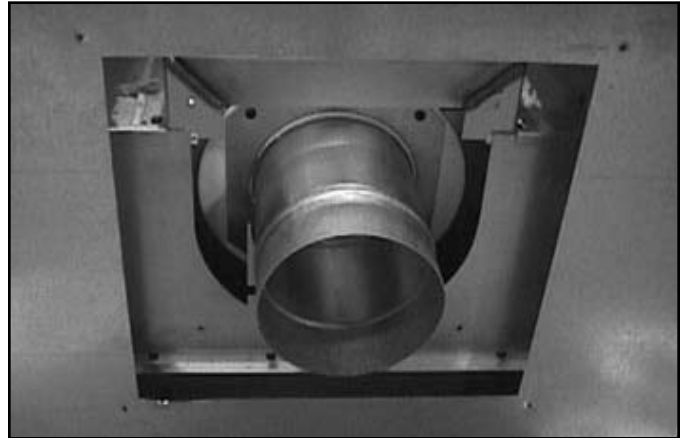

Figura 7.9 Coloque el collarín interior en la parte trasera del aparato
- Coloque el collarín interior en la parte trasera del aparato y asegúrelo con cuatro tornillos. Vea la figura 7.9. ¡Asegúrese de que la base del collarín tenga aislamiento!